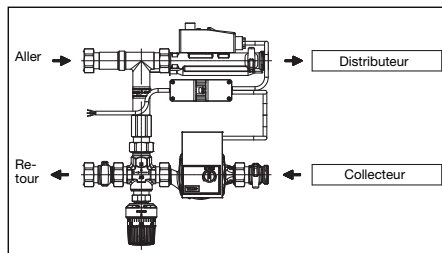

Fig. 6.2 Sens de circulation
- L'aller à la station de régulation se trouve toujours en haut et le retour en bas. Il est impératif d'en tenir compte lors du montage des blocs de répartition (voir fig. 6.2)!